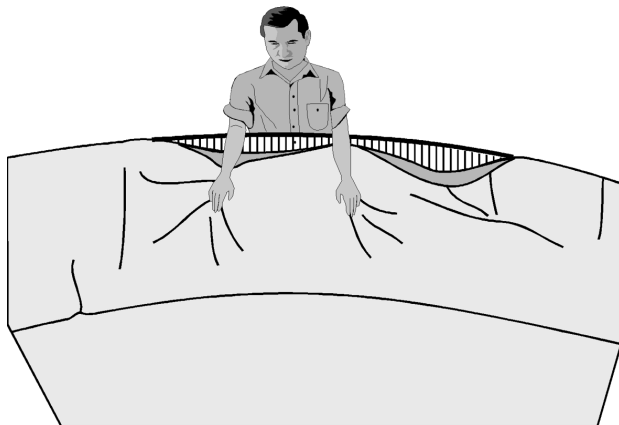

Abb. 15
2. Ausrichten der Folie (Abb. 15, 11)
- Ziehen sie die Folie locker über den Stahlmantelrand und fixieren Sie die Folie mit Poolcoping (Abb. 15, 16). Ziehen Sie die Folie zu diesem Zeitpunkt noch nicht straff.